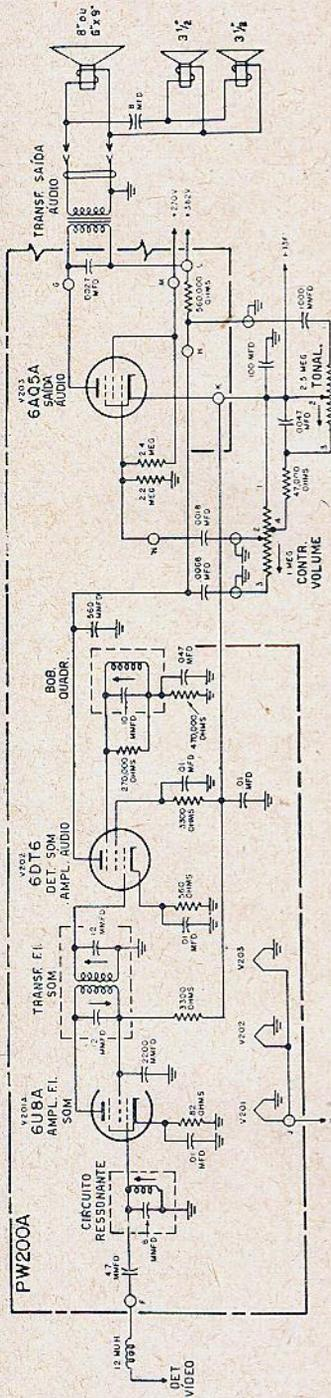

Fig. 5 — Circuito esquemático do sistema de som do receptor para cores, RCA CTC 7.
Fig. 5 — Ocasionalmente, os condensadores com fuga de corrente apresentam uma diferença de potencial em seus terminais. Neste caso, deve também ser adicionada uma bateria (E) ao circuito equivalente. O diodo pode ou não ser incluído, conforme as circunstâncias o exigirem.